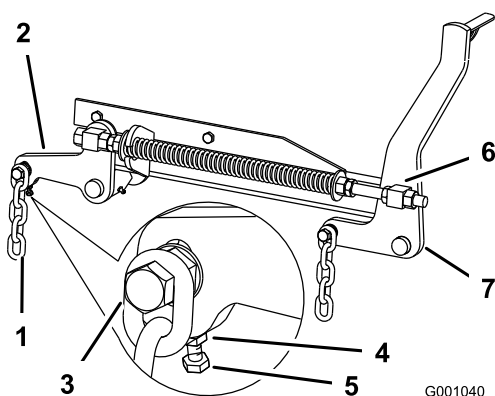

Figura 77
7. Si las medidas realizadas en las posiciones B o C no son correctas, afloje el perno que fija la cadena trasera al brazo de soporte trasero (Figura 77).
8. Afloje la contratuerca situada debajo del brazo de soporte trasero y ajuste el perno de ajuste hasta obtener una medida de 79 a 83 mm (Figura 77).
7. Afloje las contratuercas de pivote delantero, en la parte delantera de los pivotes derecho e izquierdo, aproximadamente 13 mm (Figura 77).
8. Ajuste las tuercas de elevación en el lado izquierdo y derecho de la máquina hasta obtener una distancia de 6 a 10 mm menos en la parte delantera en A que en la parte trasera, en B (Figura 77).